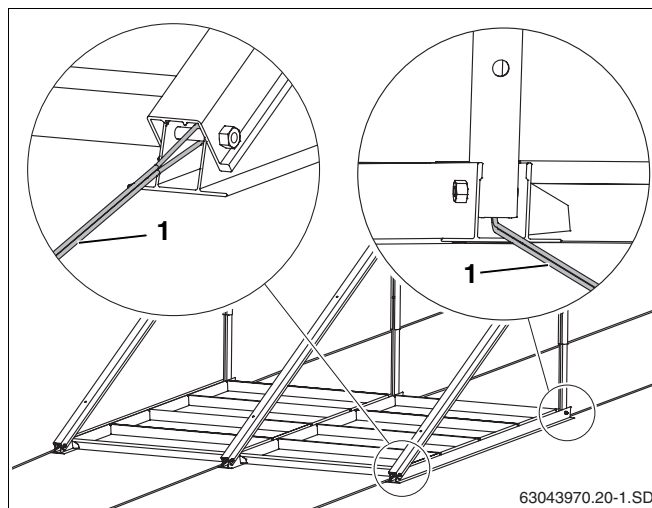

Fig. 28 Suporte para telhado plano com fixação por cabo
- Fixar cada colector do lado do edifício com, pelo menos, 2 cabos metálicos (fig. 28, **item 1**) no parafuso do perfil inferior e num local adequado no telhado.